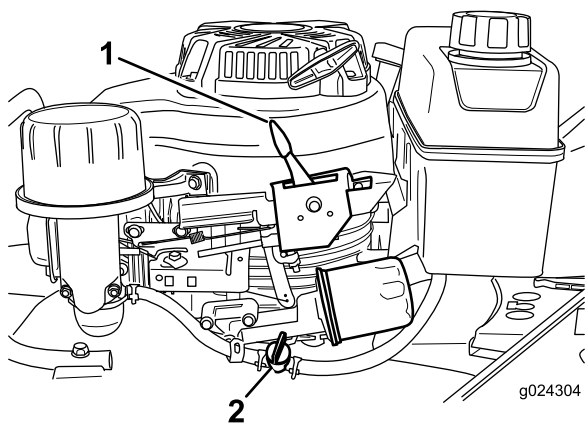

Figure 15
2. Ouvrez le robinet d'arrivée de carburant (Figure 15).
3. Réglez la commande d'accélérateur (Figure 15) en position Starter.
Relâchez la barre de commande de la lame et placez la commande d'accélérateur (Figure 15) en position Arrêt.
**Remarque:** Fermez le robinet d'arrivée de carburant (Figure 15) si vous ne prévoyez pas de démarrer le moteur tout de suite après.